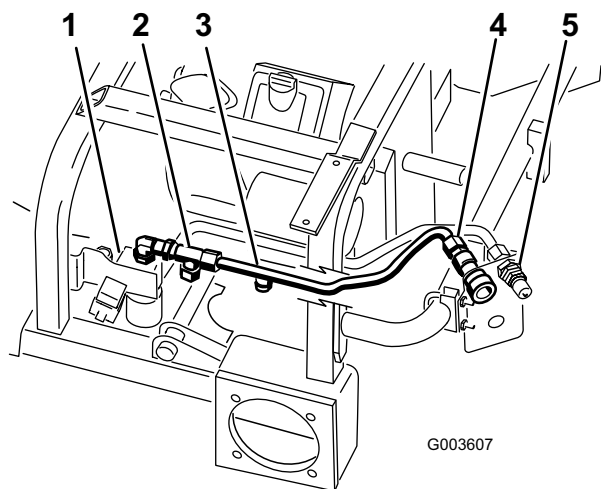

Figura 15
4. Posizionate il tubo idraulico numero 2 nella macchina, come illustrato nella Figura 15.
5. Montate il tubo idraulico numero 2 sul raccordo a T montato sul gomito a 90° sopra la valvola (Figura 15).
6. Montate il tubo idraulico numero 2 sull'accoppiatore femmina superiore (Figura 15).